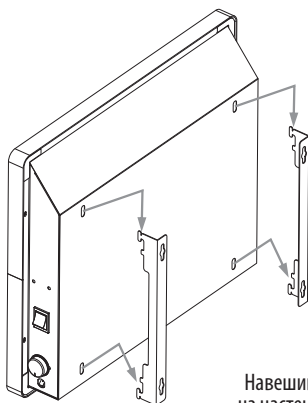

Рисунок 3.
**ОБРАТИТЕ ВНИМАНИЕ** на правильное расположение кронштейнов (см. рис. 3).